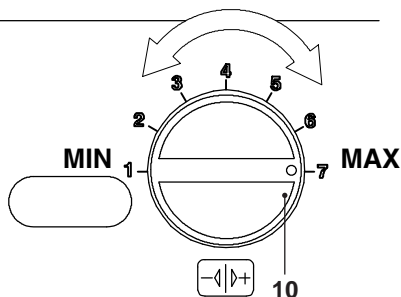

Figura 7.10
- Ruotare la manopola di temperatura sanitari 10 al massimo Figura 7.10 e verificare il valore di **CO₂**.